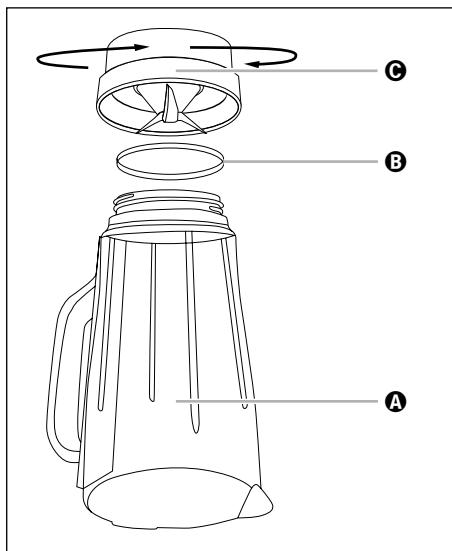

Bild 4
- 2) Vänd på produkten och vrid mixerbehållarenens ③ plastdel Ⓐ motsols tills den lossar från mixerbehållarenens ③ glaskanna Ⓑ (se bild 4).